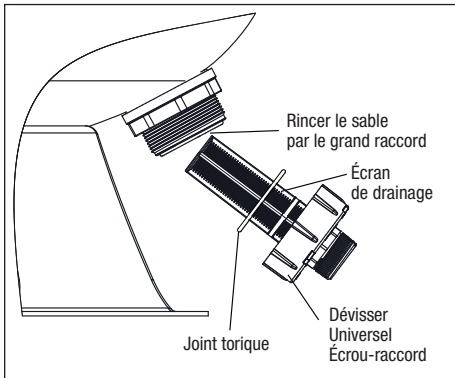
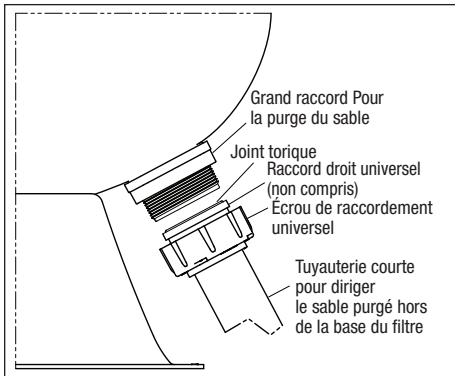

Figure 8. Raccord de purge de sable
Figure 9. Raccords droits universels
15. Un grand raccord est fourni au drain du réservoir pour permettre la purge du sable du réservoir du filtre. Voir la Figure 8. Il est plus facile de retirer le sable sans ce raccord. Si un morceau de tuyau court est utilisé pour éloigner le sable de la base du filtre, un raccord droit de vidange universel et un raccord droit universel peuvent être utilisés. Utiliser ce raccord droit pour raccorder la tuyaute avec l'écrou-raccord universel comme illustré à la Figure 9.